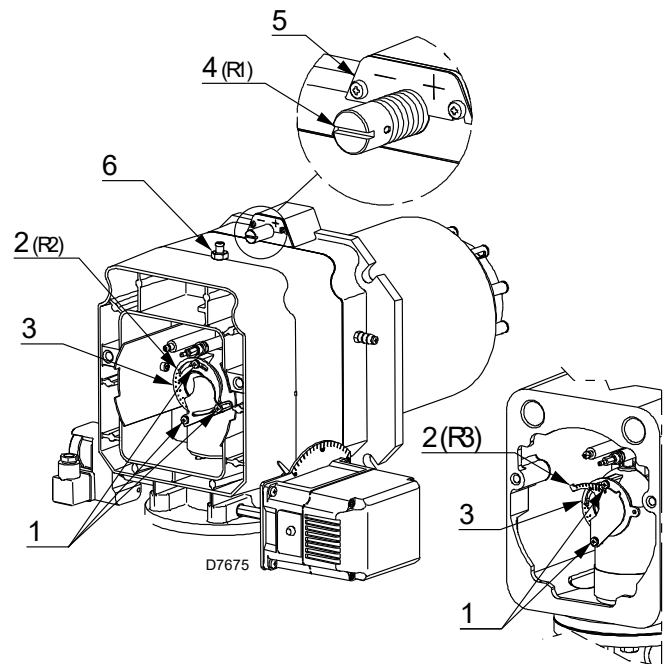

Abb. 19
- Drehen Sie die Schraube 4) (Abb. 19), bis die ermittelte Kerbe mit der Vorderfläche 5) des Flanschs übereinstimmt.
- Lockern Sie die 3 Schrauben 1)(Abb. 19) und drehen Sie den Stellingring 2) bis die gefundene Kerbe mit dem Index 3) übereinstimmt.